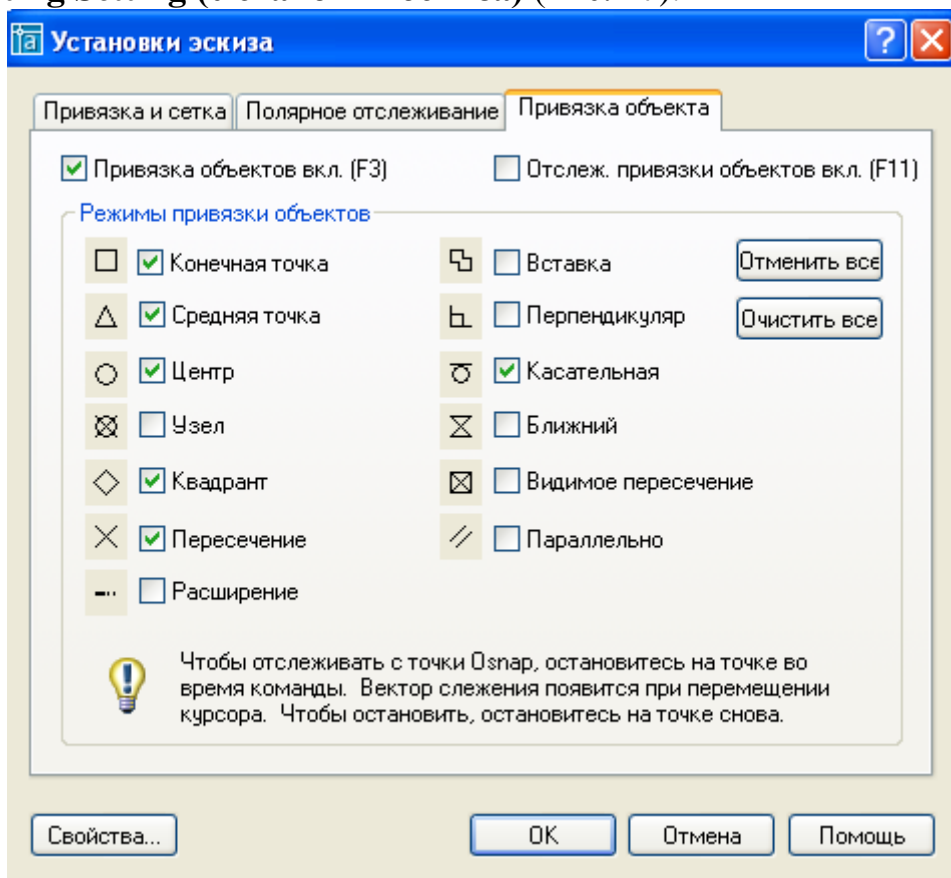

Рис. 17. Диалоговое окно установки текущего режима привязки
-  **Выбор режимов привязки.** Установка режима текущей объектной привязки на вкладке **Object Snap(Объектная привязка)** диалогового окна **Drafting Setting (Установки эскиза)** (Рис. 17).